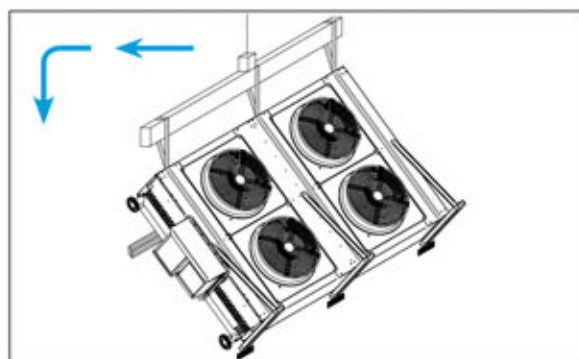

FIG.26
- Commencer l'entraînement dans le sens latéral pour tourner la machine en position horizontale; s'assurer que la base de la machine soit bloquée afin d'éviter le glissement (FIG.26).